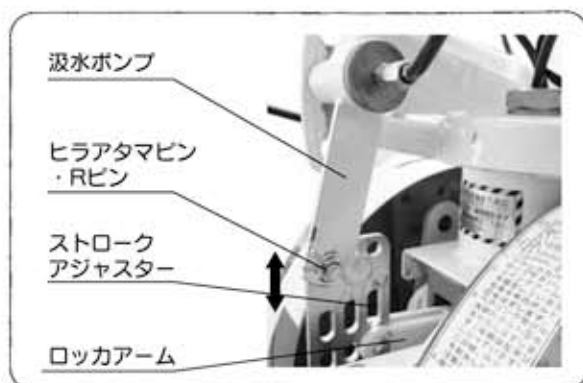

図16
- 呼水が終わったら汲水レバーを必ず元の位置に戻して下さい。 (図16)